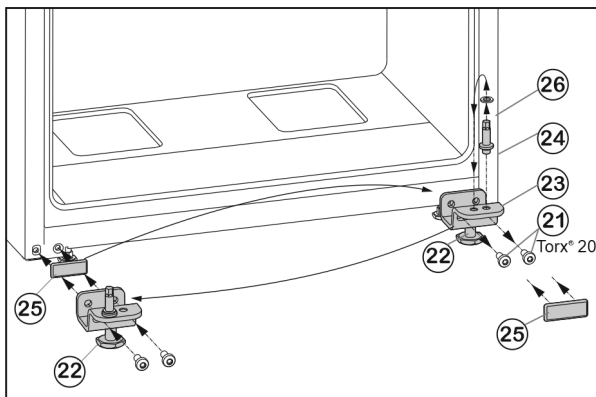

Fig. 9
- ▶ Odvijte pričvrzne vijke Fig. 9 (21).
- ▶ Skinite cijeli podložak ležaja dolje Fig. 9 (23) zajedno sa svornjakom ležaja Fig. 9 (24), pločicom Fig. 9 (26) i podesivom nožicom Fig. 9 (22).
- ▶ Potpuno odvijte svornjak ležaja Fig. 9 (24) zajedno s pločicom Fig. 9 (26), premjestite ga u suprotnu prihvatnu rupu podloška ležaja i ponovo zavijte.
- ▶ Pažljivo skinite poklopac Fig. 9 (25) i premjestite ga na drugu stranu.
- ▶ Cijeli podložak ležaja dolje Fig. 9 (23) zajedno sa svornjakom ležaja Fig. 9 (24), pločicom Fig. 9 (26) i podesivom nožicom Fig. 9 (22) ponovo pričvrstite na novoj strani šarke, po potrebi uz pomoć odvijača na baterije (s 4 Nm).
- ▶ Stavite vrata odozgo na svornjak ležaja Fig. 9 (24).
- ▶ Odvijte podesivu nožicu Fig. 9 (22) napodlošku ležaja dolje Fig. 9 (23) tako da se podupre o pod.